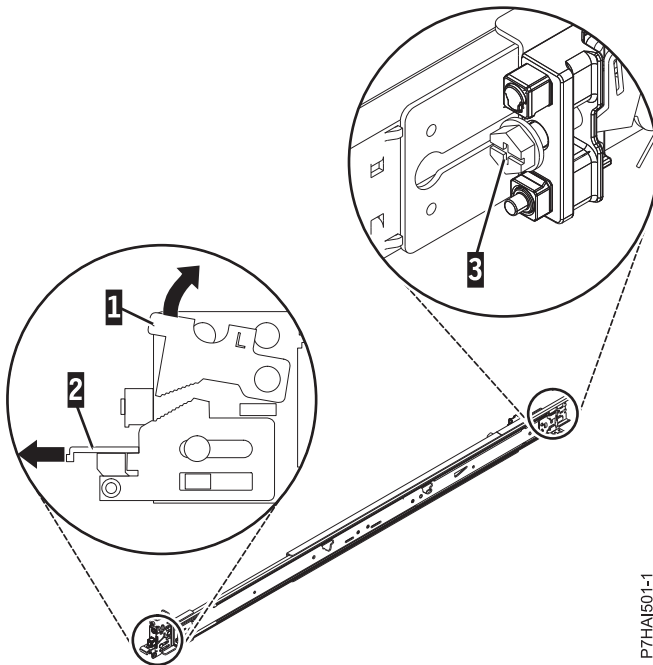

図 19. 前部ラッチを開いて後部のねじを取り外す
2. 前面のロッキング・タブ (1) を押し上げて、レールの前部にある前面ラッチ (2) を引き出します。次に、レール (3) の後部からねじを取り外します。詳しくは、図 19 を参照してください。